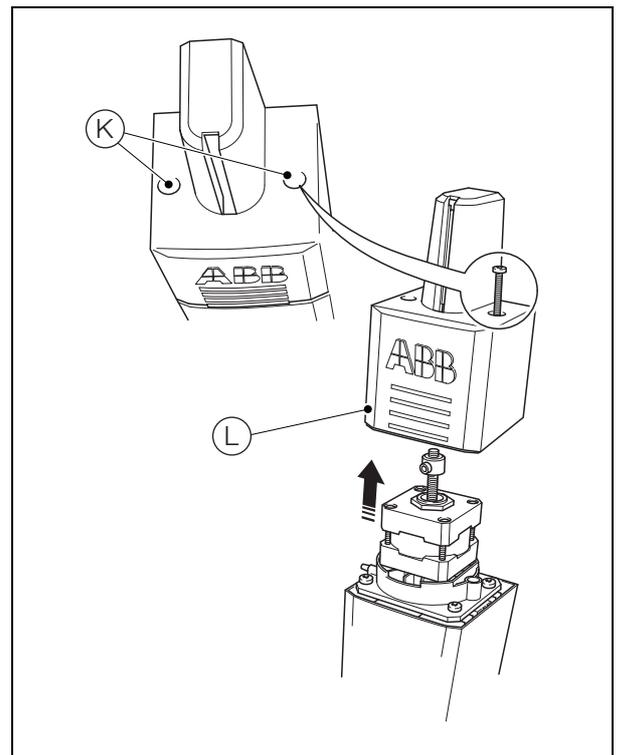

Abb. 13.12 Ausbauen der oberen Messzellenabdeckung
5. Entfernen Sie wie in Abb. 13.12 gezeigt die beiden Schrauben (K) und die obere Messzellenabdeckung (L).
11. Bringen Sie wie in Abb. 13.12 gezeigt die obere Abdeckung (L) der Messzelle wieder an und befestigen Sie sie mit den beiden Schrauben (K).